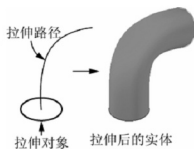

图 11-17 按指定路径拉伸实体
(4) **【路径(P)】**: 将二维轮廓按指定的路径拉伸, 以创建实体, 如图 11-17 所示。可以作为路径的对象包括直线、圆、圆弧、椭圆、椭圆弧、二维多段线、三维多段线、二维样条曲线等。但路径对象不能与轮廓对象共面。